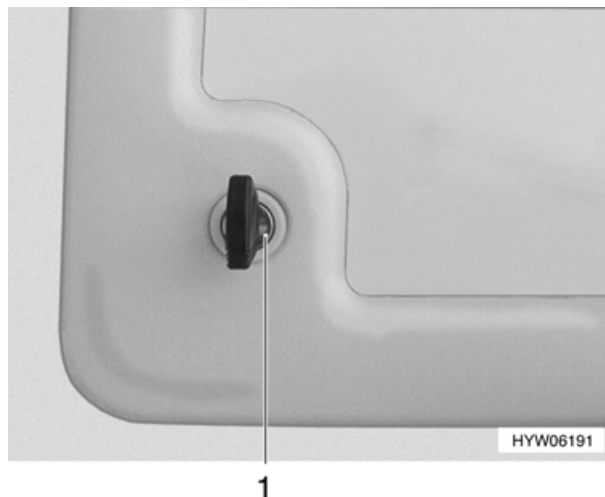

Fig. 17 Serratura dello sportello (variante 3)
- Inserire la chiave nel cilindro (Fig. 17,1) della serratura a pressione e girare in senso antiorario di un quarto di giro.
- Inserire la chiave nel cilindro della serratura (Fig. 17,1) e girare in senso orario di un quarto di giro.